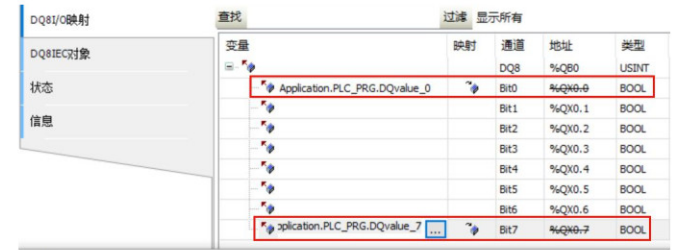

图 8 IO 映射
- 4) 采用 ST 编程语言编程，在“PLC_PRG”文件中定义映射变量 DQvalue_0、DQvalue_7，给映射变量 DQvalue_0、DQvalue_7 赋值，如图 8。